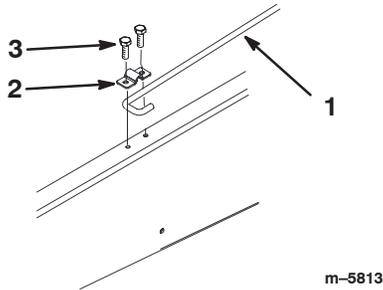

Figure 12
6. Desserrez le boulon qui fixe l'attache de la béquille au châssis jusqu'à ce que vous puissiez faire passer l'extrémité en J de la béquille sous l'attache (Fig. 12)
7. Serrez le boulon et fixez l'autre côté de l'attache avec un boulon neuf (5/16 x 3/4 pouce) (Fig. 12).